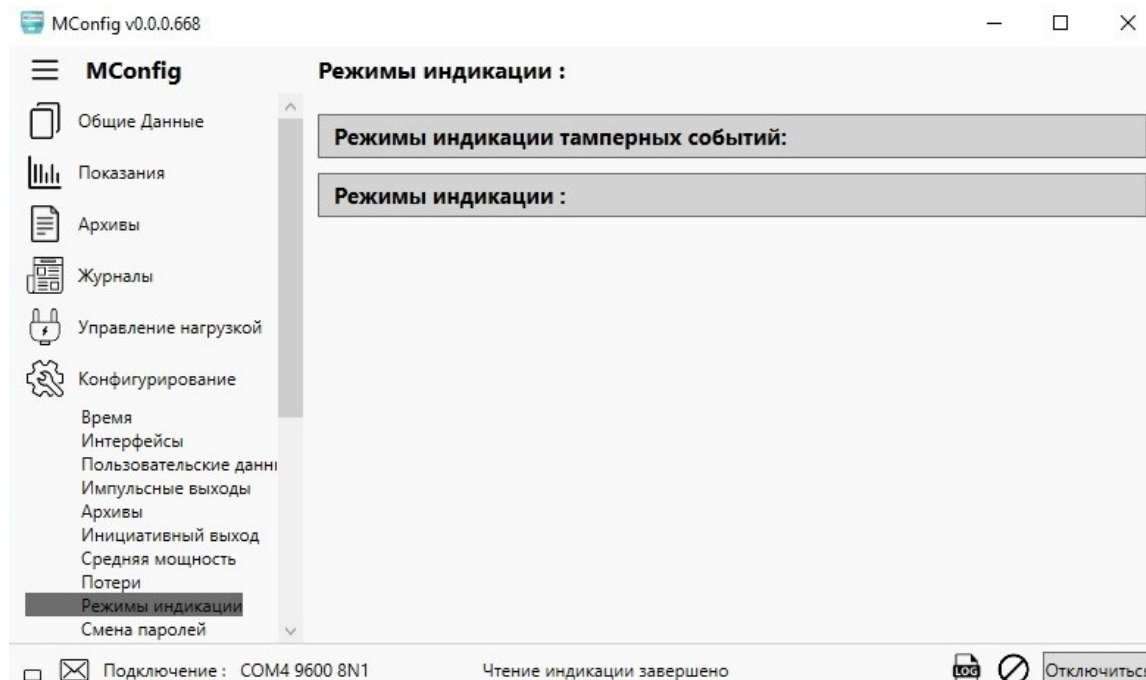

Рисунок 24 - Вид окна программы подраздела «Режимы индикации».
3.11 Подраздел «Режимы индикации» раздела основного меню «Конфигурирование» делится на две части – «Режимы индикации тамперных событий» и «Режимы индикации» (рисунок 24).